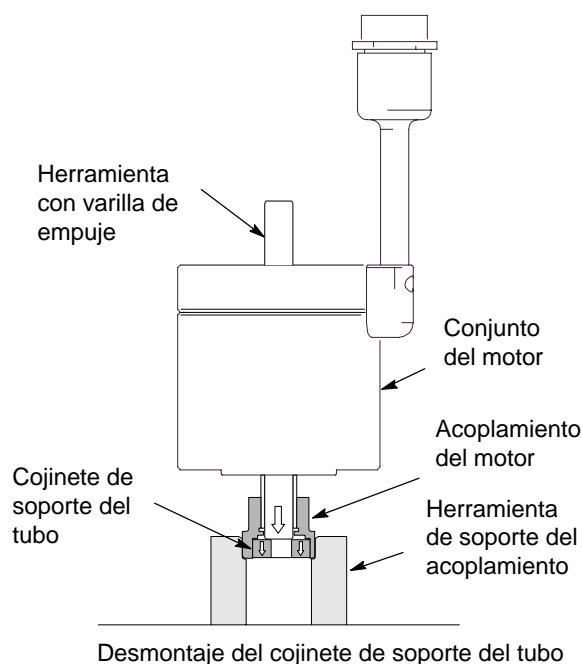

Fig. 2
1. Coloque el conjunto del motor en la herramienta de soporte del acoplamiento. Consulte la Fig. 2.